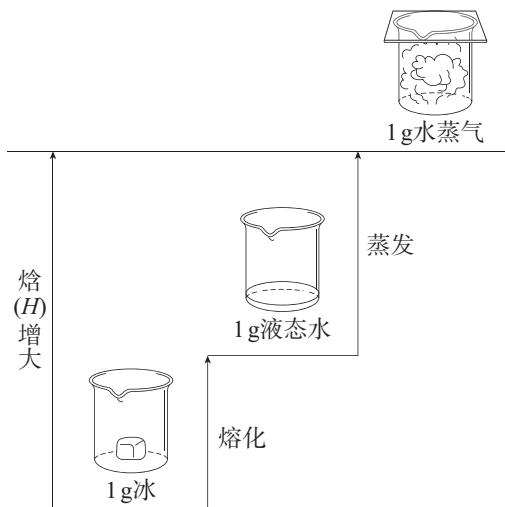

图 1-6 水的聚集状态变化时的焓变示意图
2. 需注明反应物和生成物的聚集状态。因为物质的聚集状态不同时，它们所具有的内能、焓也均不同。例如，冰熔化为水时，需要吸收热量；水蒸发为水蒸气时，也需要吸收热量（如图 1-6）。因此，H₂与O₂反应生成 1 mol H₂O(l) 与生成 1 mol H₂O(g) 时所放出的热量是不同的。